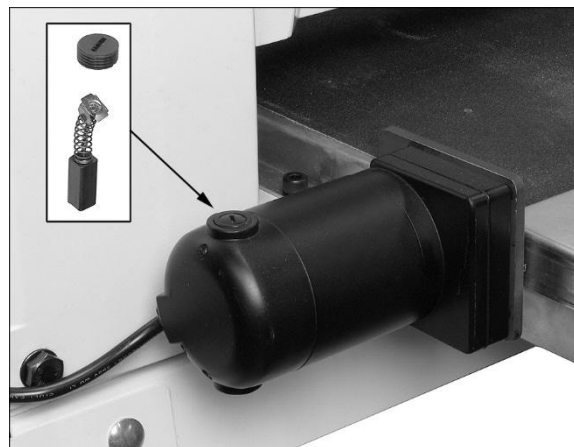

Figure 10-4
2. Dévissez et enlevez le capuchon avec un tournevis à lame plate. Voir la Figure 10-4.